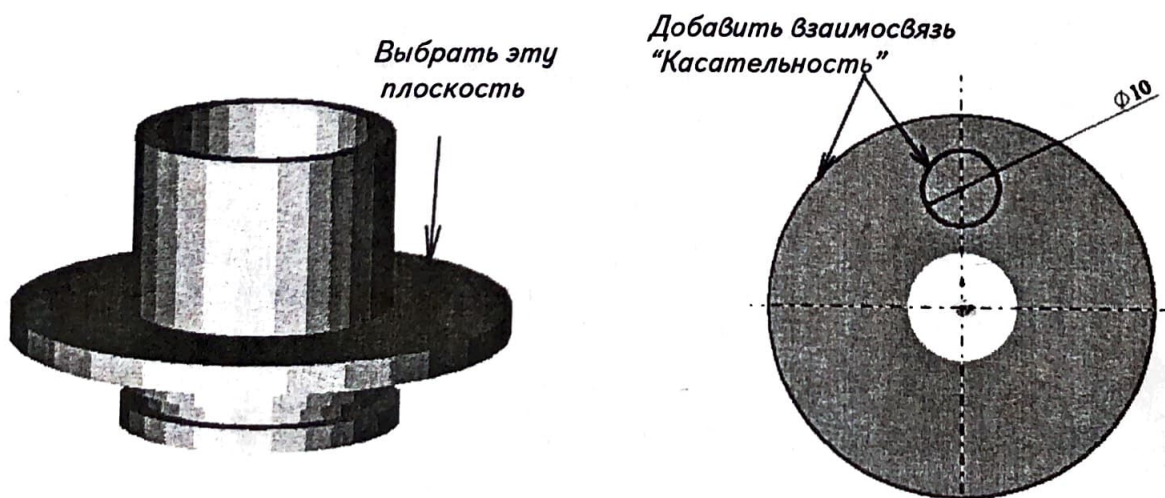

Рис. 10
15. После того как элемент вращения создан, выберите плоскость, которая показана на рис. 10.
18. В этой плоскости проведите 2-е осевые линии: горизонтальную и вертикальную, проходящие через центр координат (рис. 10).